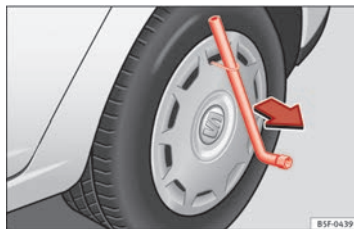

Abb. 172 Radwechsel:
- Nehmen Sie die Radvollblende mit dem Drahtaken ab ⇒ Abb. 172.